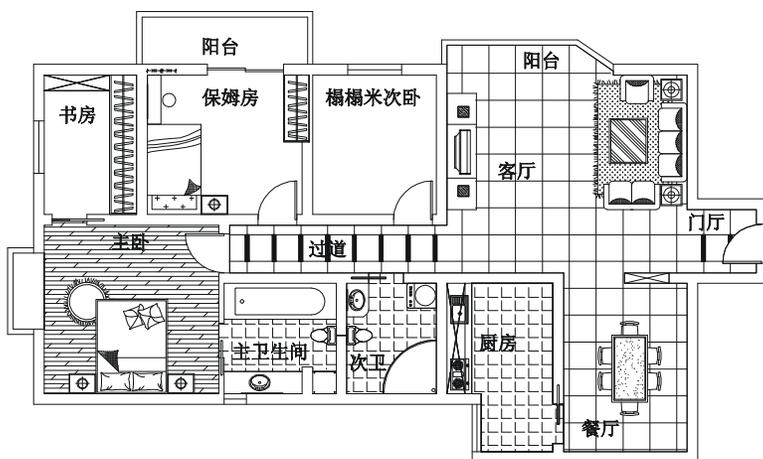

图 6-1-73
**STEP 09** 使用移动命令 MOVE 将缩短后的衣柜放在右边靠墙的位置，并将墙剪去一部分，这在实际的装修中要将墙打去一部分，如图 6-1-73 所示。